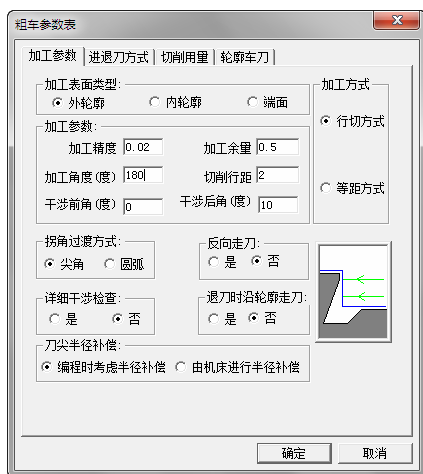

图 4-28 粗车加工参数设定
1) 单击“加工参数”选项卡,设置具体参数。加工表面类型:外轮廓;加工精度:0.02;加工余量:0.5;加工角度:180;切削行距:2;干涉前角:0;干涉后角:10;拐角过渡方式:尖角;反向走刀:否;详细干涉检查:否;退刀时沿轮廓走刀:否;刀尖半径补偿:编程时考虑半径补偿;加工方式:行切方式。设置结果如图 4-28 所示。